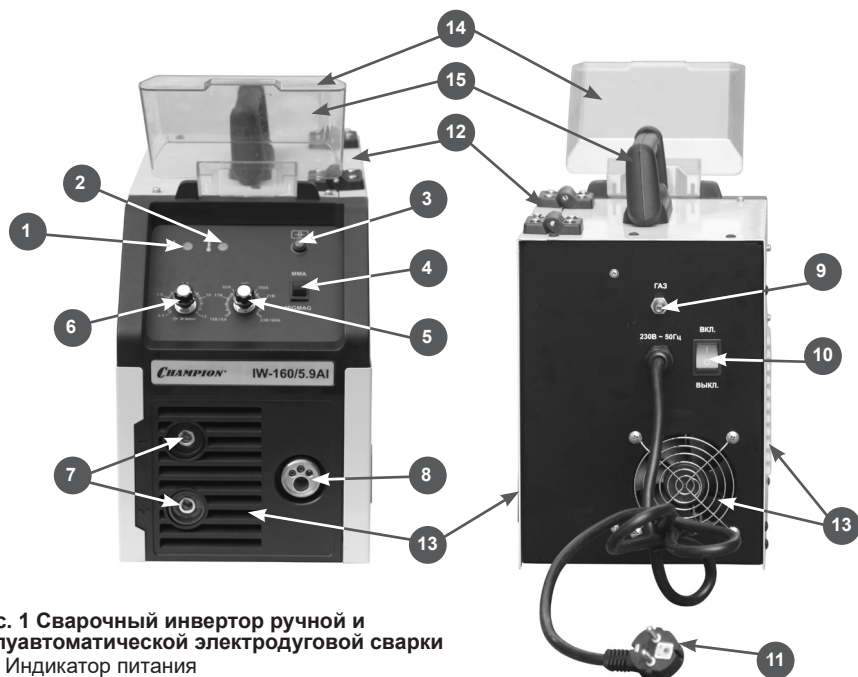

Рис. 1 Сварочный инвертор ручной и полуавтоматической электродуговой сварки
Основные узлы и органы управления показаны на Рис. 1.
1. Выбрать тип требуемой сварки - полуавтоматическая электродуговая сварка проволокой в среде защитных газов или ручная электродуговая сварка штучными плавящимися электродами - и установить переключатель режима сварки 4 (Рис. 1) в требуемое положение.
При сварке штучными плавящимися электродами необходимо выбрать полярность сварки и в зависимости от этого установить сварочные кабели с электрододержателем и зажимной клеммой обратного кабеля в разъемы 7 (Рис. 1) и повернуть их по часовой стрелке до упора. После подключения убедитесь в том, что наконечники кабелей плотно зафиксированы в разъемах.
Для полуавтоматической электродуговой сварки проволокой установите наконечник кабеля сварочной горелки в разъем 8 (Рис. 1) и зафиксируйте ее зажимом наконечника. Наконечник сварочного кабеля с зажимной клеммой установите в разъем 7 "1" (Рис. 1).